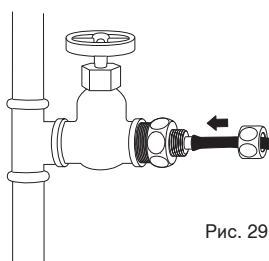

Рис. 29
9. **Наденьте** красный шланг на штуцер, затяните гайку с помощью гаечного ключа (рис. 29). **Убедитесь**, что все соединения не протекают.